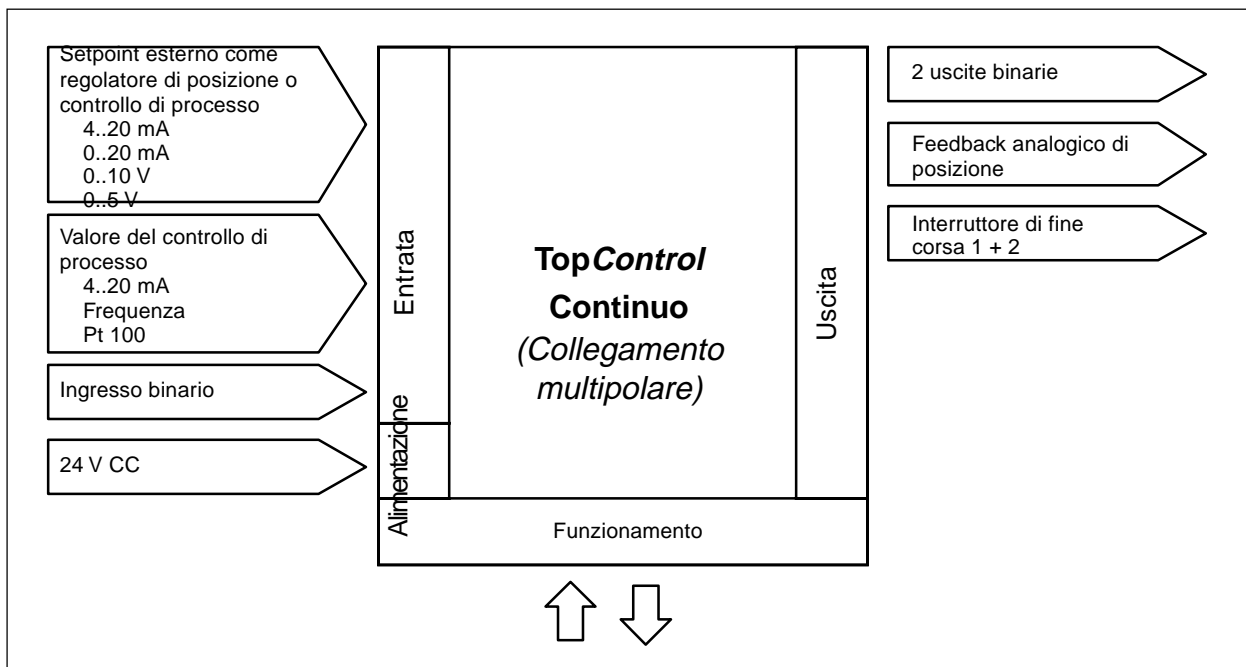

Fig. 3.8: Interfaccia di posizione con collegamenti multipolari
- Collegamento multipolare con funzioni complete (Fig. 3.8)